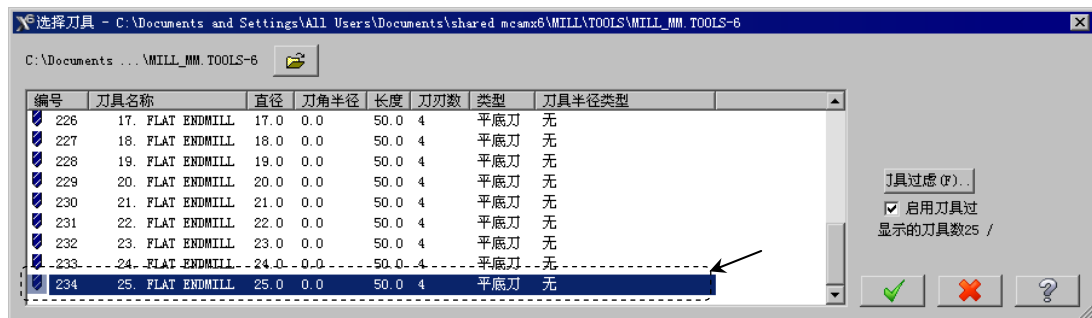

图 25.8 “选择刀具”对话框
Step5. 选择刀具。在“2D 刀具路径-平面铣削”对话框中,单击 **从刀具库中选择...** 按钮,系统弹出“选择刀具”对话框,在该对话框的列表框中选择图 25.8 所示的刀具。单击 按钮,关闭“选择刀具”对话框,系统返回至“2D 刀具路径-平面铣削”对话框。